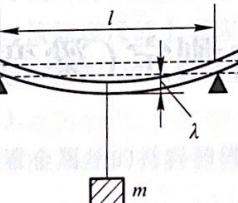
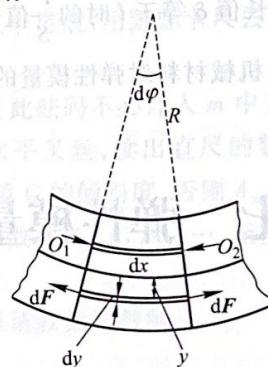
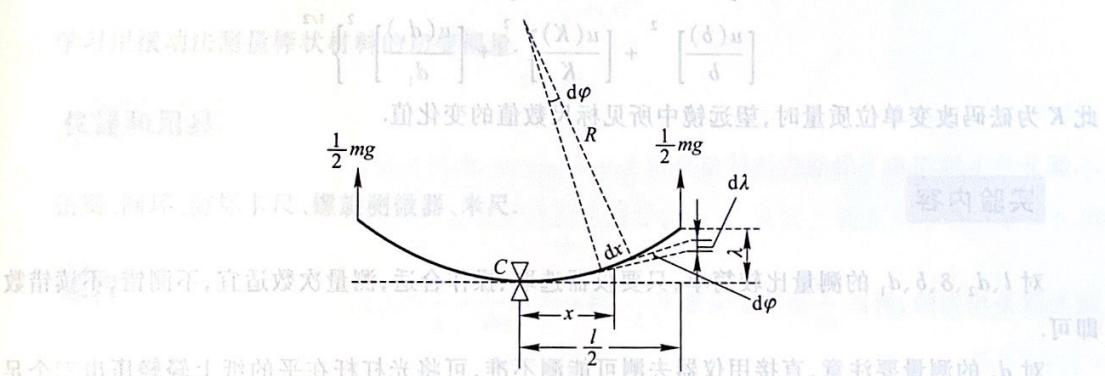

图 7-2
图 7-3 方法求出弹性模量
图 7-4 弯曲测定(见图 8-1)。
将厚为 δ 、宽为 b 的金属棒放在相距为 l 的二刀刃上(见图 7-2)，在棒上二刀刃的中点处挂上质量为 m 的砝码，棒被压弯，设挂砝码处下降 λ ，此 λ 称为弛垂度，这时棒材的弹性模量 E 等于
(1) 选取适当仪器，调整好仪器，使光杠杆与刀刃平行，且刀刃与挂钩对称。(2) 测量 l 、 λ 、 m 。
(3) 测量 δ 。
(4) 挂起重量 m ，并使挂钩与刀刃平行，且刀刃与挂钩对称，将线拉直。
(5) 安装尺度望远镜并调节清晰，以保证地面上的水平尺线上读出有尺的数值为 A 。(6) 将尺拉直。
(7) λ 值用尺子量出，如图 7-2 所示。再挂一砝码，重定三读数，再量 λ ，如此类推，直到不再增加为止。
(8) 末端的计算。
(9) 弹性模量的计算。图 7-3 为沿棒方向的纵断面的一部分，在相距 dx 的 $O_1 O_2$ 二点上的横断面，
下面推导式。图 7-3 为沿棒方向的纵断面的一部分，在相距 dx 的 $O_1 O_2$ 二点上的横断面，
如果将棒的中点 C 固定,在中点两侧各为 $\frac{l}{2}$ 处分别施以向上的力 $\frac{1}{2}mg$ (见图 7-4),则棒的弯曲情况当和图 7-2 所示的完全相同。